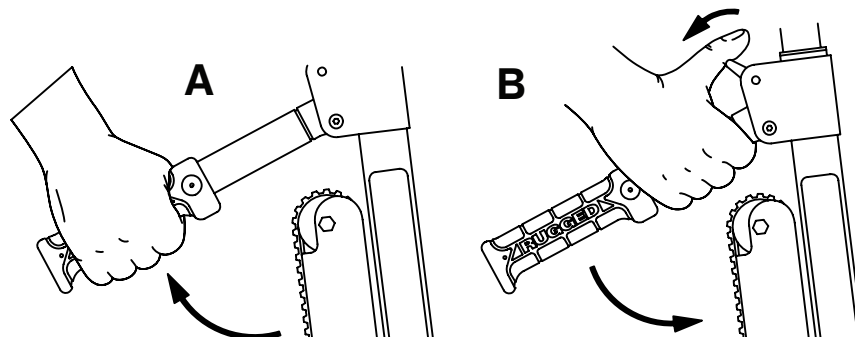

Figura 7 – Pentru coborârea mânerelor de ridicare cu blocare pe spate
1. Ridicați de mânerul de ridicare cu blocare pe spate (A) (Figura 7).
2. Trageți declanșatorul roșu al mânerului (B) spre dvs., cu degetul mare.